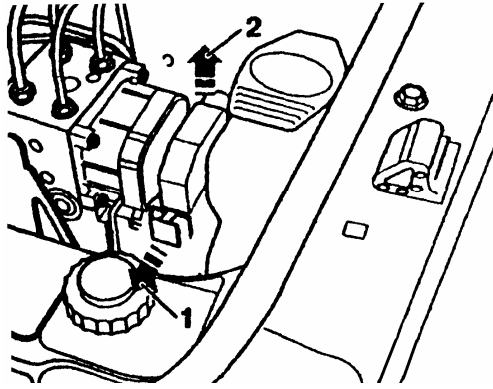

图 13-13 拆下控制单元插头
(1) 查取收录机防盗码,断开蓄电池。
(2) 如图 13-13 所示,松开(箭头 1)并拔下(箭头 2)控制单元插头。